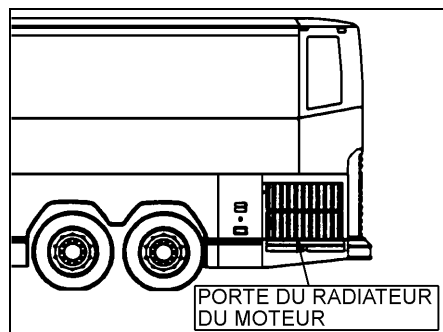

FIGURE 1 : PORTE DU RADIATEUR
1. Sous la porte du radiateur du moteur, insérer le déflecteur d'air chaud entre le silencieux et le châssis et venir appuyer le fer angle sur le rebord intérieur. Glisser le déflecteur au maximum vers l'avant du véhicule puis le ramener d'environ 9 mm (3/8 po) vers l'arrière (voir les figures 1 et 2).